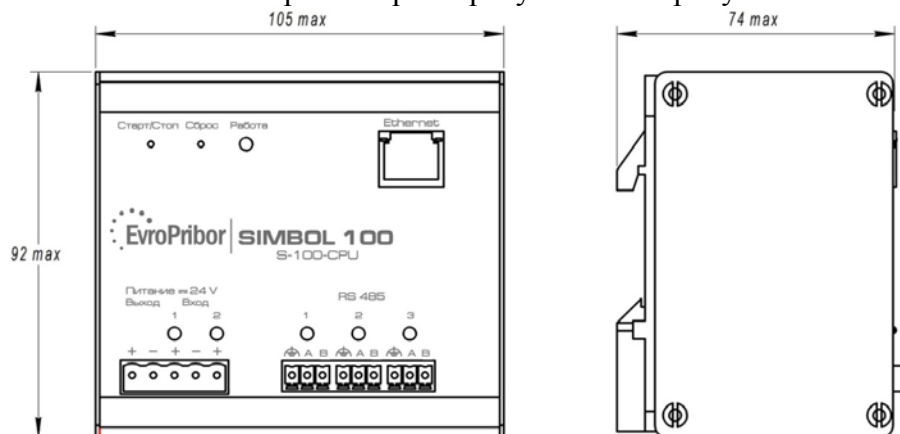

Рисунок 1.5.1.1 – Габаритные размеры модуля
1.5.1.3 На лицевой панели модуля расположены следующие элементы (смотри рисунок 1.5.1.2):